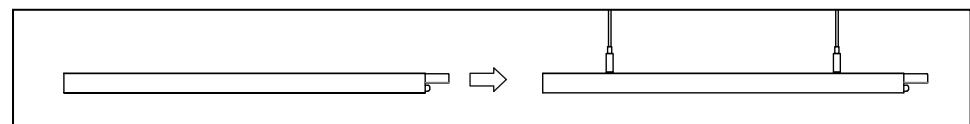

Рис. 3
- 5.13 Осветительные приборы оснащены сквозной проводкой для подключения в линию. После соединения двух осветительных приборов в линию необходимо закрепить соединитель двумя винтами (рис. 3).